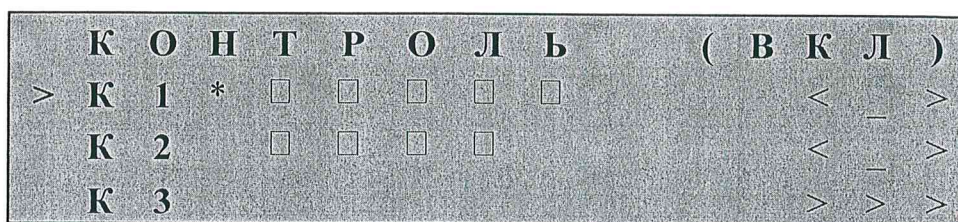

Рисунок 22 - Пример сообщения о постановке на контроль канала №1
7.10.8 Постановка на контроль и снятие с контроля производится с использованием кнопки «ВВОД», при этом на ЖКИ отображается состояние системы контроля выбранного канала – «ВКЛ» или «ОТКЛ», а напротив номера канала, поставленного на контроль появляется маркер « * ». Пример сообщения о постановке на контроль канала 1 приведено на рис. 22.